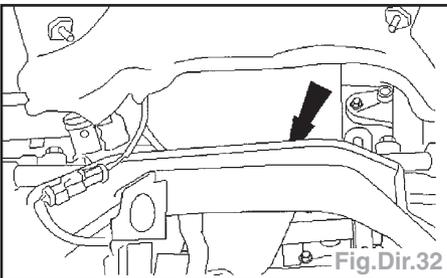

Fig.Dir.32
- Détacher les canalisations de direction assistée du boîtier de direction (Fig.Dir.32).